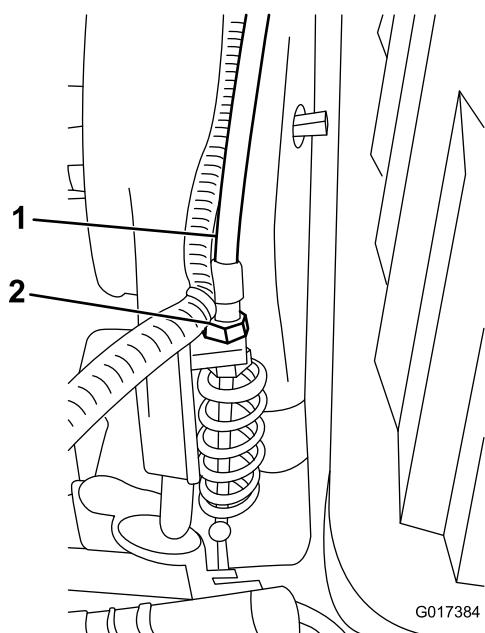

Figure 51
3. Au niveau de la traversée de la transmission, réglez le câble de commande du cylindre (Figure 51) pour obtenir une longueur de ressort de 70,6 à 72,4 mm.